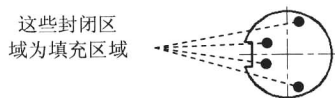

图 1.1.19 进行图案填充
Step4. 对图 1.1.19 所示的图形进行图案填充。
(1) 将图层切换至“剖面线层”。
(2) 选择下拉菜单 **绘图(D)** → **图案填充(H)** 命令，在命令行中输入字母 T 并按 Enter 键，系统弹出“图案填充和渐变色”对话框。在对话框中的 **类型(T)** 下拉列表中选择 **用户定义** 选项，在 **角度(A)** 下拉文本框中选择 **45** 选项，在 **间距(S)** 文本框中输入数值 3，然后单击 **添加:拾取点** 左边的 **+** 按钮，系统自动切换到绘图区，选取图 1.1.19 所示的封闭区域为要填充的区域，按 Enter 键完成填充。